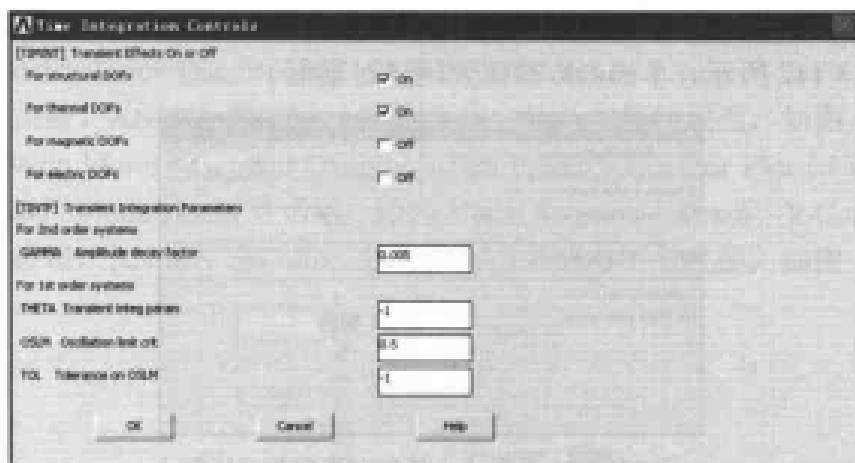

图 13-109 时间积分控制对话框
(1) 选择 Main Menu | Solution | Analysis Type | New Analysis 命令, 出现 New Analysis 对话框, 选择分析类型为 Transient, 单击 OK 按钮, 出现 Transient Analysis 对话框, 采用其默认设置, 单击 OK 按钮关闭该对话框。
(2) 选择 Main Menu | Solution | Load Step Opts | Time/Frequency | Time Integration | Amplitude Decay 命令, 出现 Time Integration Controls 对话框, 参照图 13-109 对其进行设置, 单击 OK 按钮关闭该对话框。